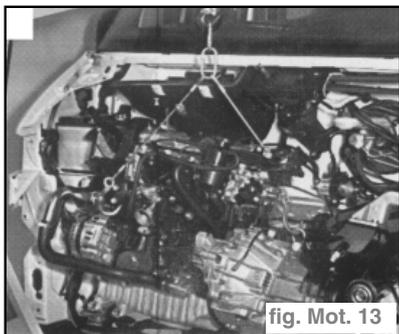

fig. Mot. 13
- Positionner les agrafes universelles et les mousquetons comme indiqué dans la figure ; en agissant sur le palan mettre les câbles en légères tension (fig. Mot. 13)